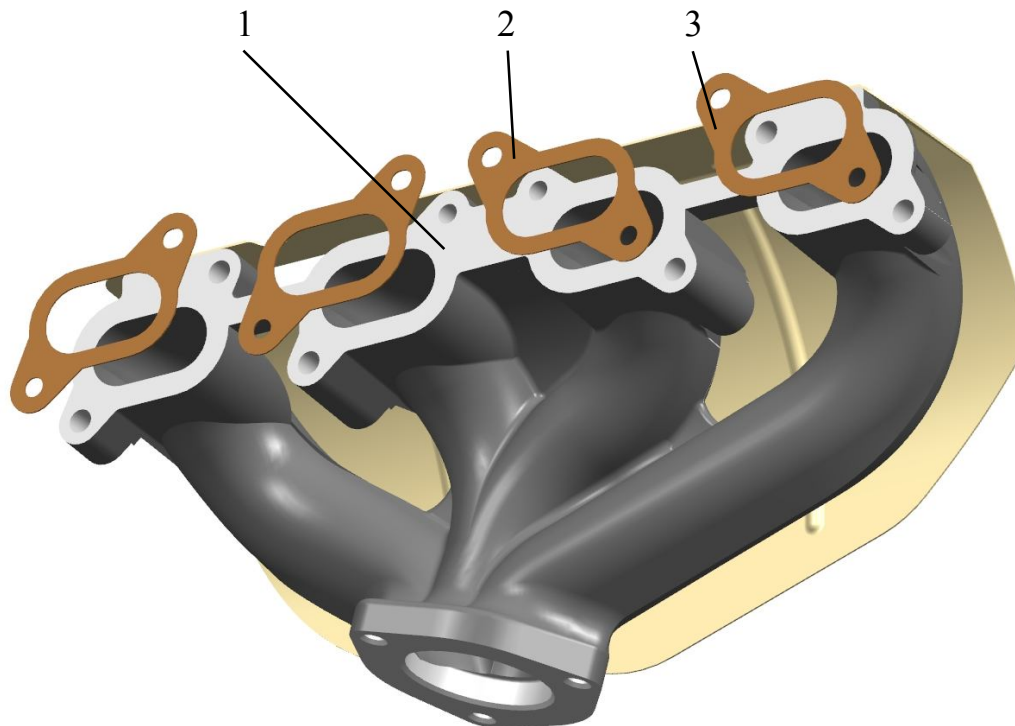

Рис.40. Выпускной коллектор:
**Выпускной коллектор 1** (рис.40) отлит из высокопрочного чугуна. К головке цилиндров выпускной коллектор крепится через четыре стальные прокладки 2.